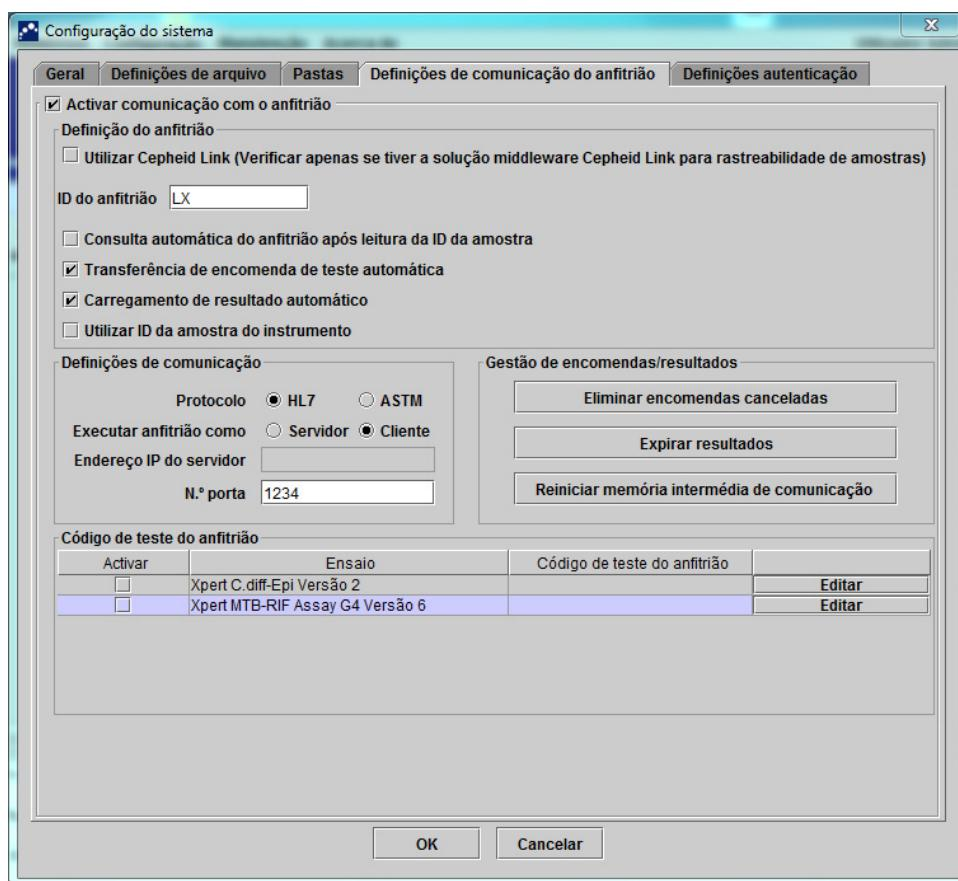
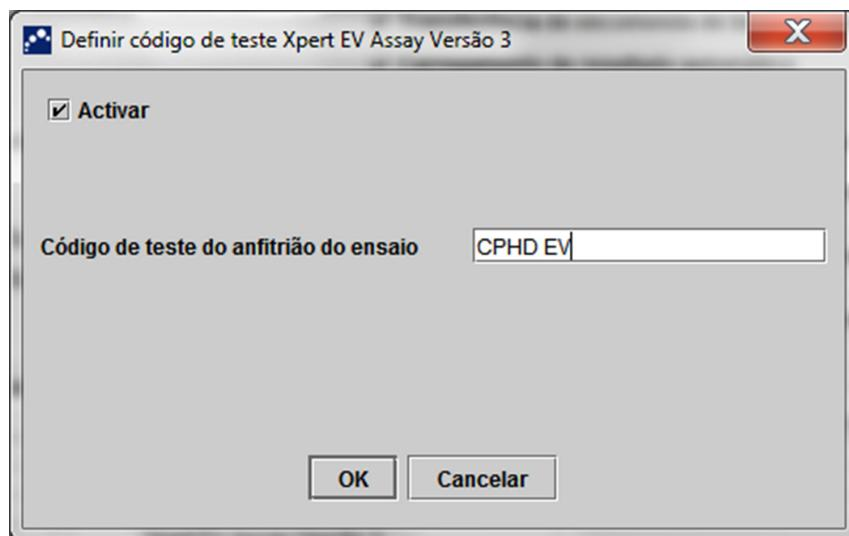
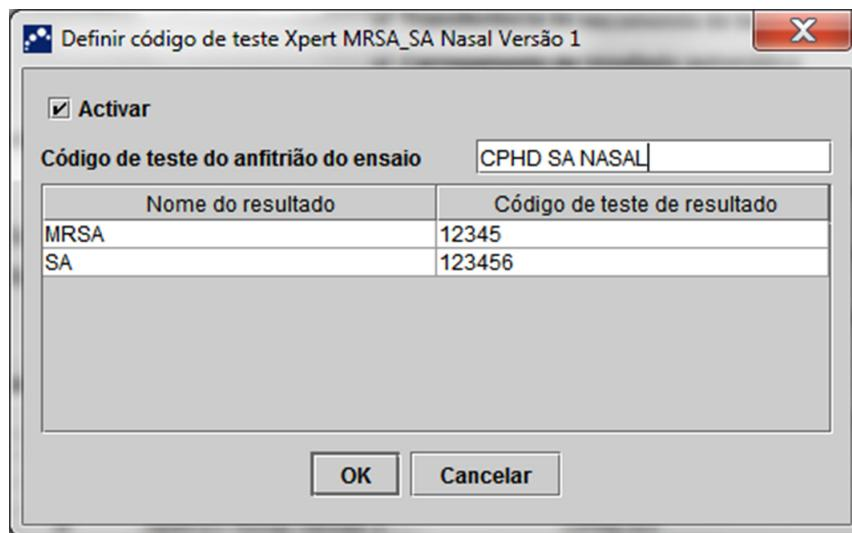

Figura 2-81. Caixa de diálogo Configuração do sistema (separador Definições de comunicação do anfitrião)
Figura 2-83. Caixa de diálogo Definir código de teste para um ensaio de resultado único
Figura 2-84. Caixa de diálogo Definir código de teste para um ensaio de vários resultados
2. Clique no separador **Definições de comunicação do anfitrião**. É apresentado o separador **Definições de comunicação do anfitrião**. Consulte a figura 2-81.
1. Na secção da tabela **Código de teste do anfitrião** da janela Definições de comunicação do anfitrião (figura 2-81), clique no botão **Editar** apropriado pretendido para alterar a definição. É apresentada a caixa de diálogo Definir código de teste. Consulte a figura 2-83.
1. Na secção da tabela **Código de teste do anfitrião** da janela Definições de comunicação do anfitrião (consulte a figura 2-81), clique no botão **Editar** apropriado pretendido para alterar a definição. É apresentada a caixa de diálogo Definir código de teste. Consulte a figura 2-84.
4. Os nomes dos resultados indicados pelo ensaio são listados no campo **Nome do resultado**. Consulte a figura 2-84.
5. Introduza o código de teste de resultado no campo **Código de teste de resultado** (consulte a figura 2-84) correspondente a cada nome de resultado que pode ser indicado por este ensaio.